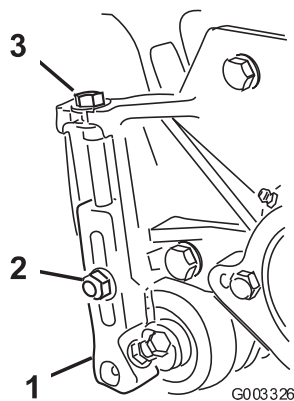

図 14
1. 刈り高アームをカッティングユニットのサイドプレートに固定しているロックナットをゆるめる (図14)。